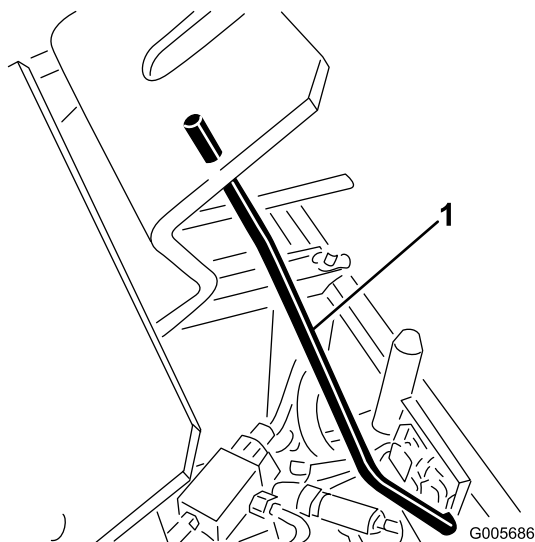

Figure 10
- Maintenez le siège relevé avec la béquille de support (Figure 10).
6. Maintenez le siège relevé avec la béquille de support (Figure 10).